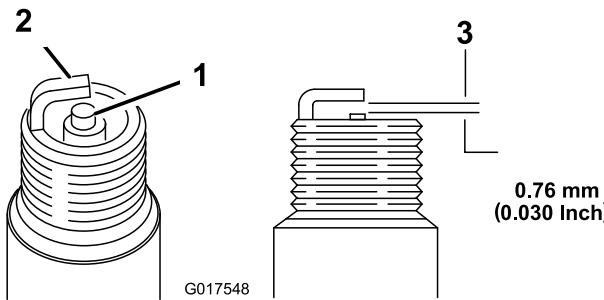

Figura 22
5. Defina folga na vela para 0,76 mm (**Figura 22**).